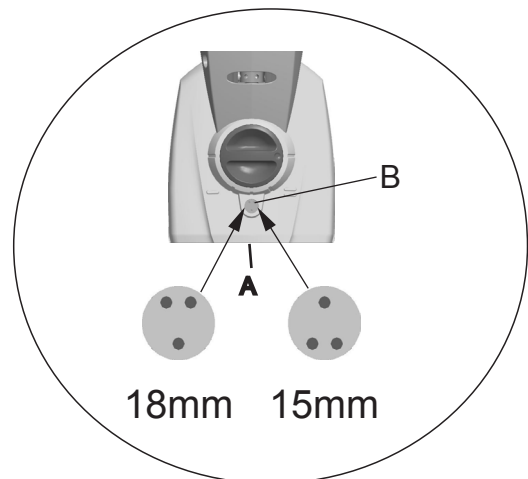

Fig. 3
- Mit Innensechskantschlüssel (2,5 mm) Schraube (A) einige Umdrehungen lösen.
- Mit einem Schraubenzieher, Einstellschraube (B) auf 15 oder 18 mm Schenkellänge einstellen, siehe Fig. 3.
- Schraube (A) festziehen.